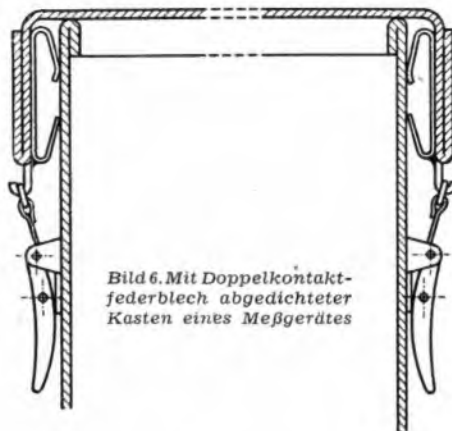

Bild 6. Mit Doppelkontaktfederblech abgedichteter Kasten eines Meßgerätes
c. Schirmung der Fugen an Tür und Fenster. An Türen und Fenstern entstehen lange Spalten, welche die Schirmung illusorisch machen, wenn man keine Abdichtung vorsieht. Die bisher bei der Abdichtung solcher Spalten (z. B. durch Geflechte oder mit Kupfergeflecht überzogene Gummidichtungen) insbesondere bei sehr kurzen Wellen auftretenden Schwierigkeiten konnten durch das von uns entwickelte Doppelkontaktfederblech vollständig beseitigt werden. In die Fugen wird die Dichtung so eingelegt und verlötet, daß der zum Kontakt nötige Druck von den Rahmen ausgeübt wird. Die Dichtung besteht aus Phosphorbronzeblech von 0,18 mm Stärke. Die Schirmdämpfung des Federbleches beruht auf Doppelkontakten, die sich beim Schließen von Türen oder Fenstern selbst blank reiben (Bild 6). Durch den Hohlraum zwischen den beiden Kontakten, der als Induktivität wirkt, wird erreicht, daß der Störstrom einen so großen Spannungsabfall vorfindet, daß nur noch ein ganz unwesentlicher Bruchteil in den zu schirmenden Raum gelangt. Die gemessene Schirmdämpfung betrug mehr als 12 N.
Die zur Dichtung der Fugen an der Tür und an den Fenstern verwendeten Kontaktbleche kann man auch zur Dichtung von Meßgeräten, Sendern und Empfängern verwenden. Man hat bei guter elektrischer Dichtigkeit dann den Vorteil, daß der Verschluss der Geräte einfacher ist. Bild 6 zeigt die Skizze eines so abgedichteten Kastens mit Verschluss.